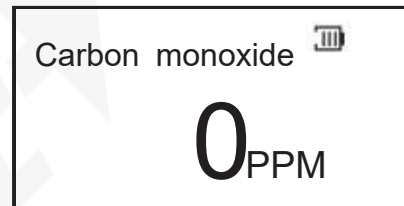

Abb.7
4.2 Normalzustand der Erkennung und Alarmierung Wenn der Detektor kein Gas oberhalb der Konzentration des unteren Alarmwertes erkennt, zeigt der Bildschirm normalerweise den aktuellen Erkennungswert des Gases an. Als Beispiel ist in Abb. 7 Kohlenmonoxidgas dargestellt.